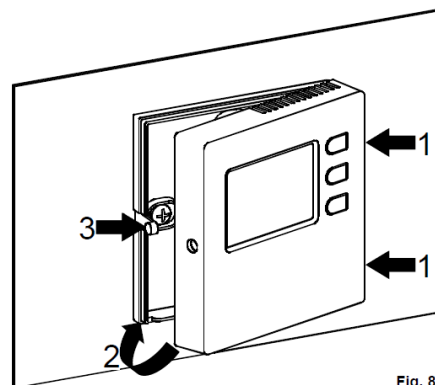

Fig. 8
- Tryk let med en finger på tappen i bundpladens venstre side samtidigt med at frontpladen presses ned. (se pilene i fig. 8) til den klikker og er samlet.